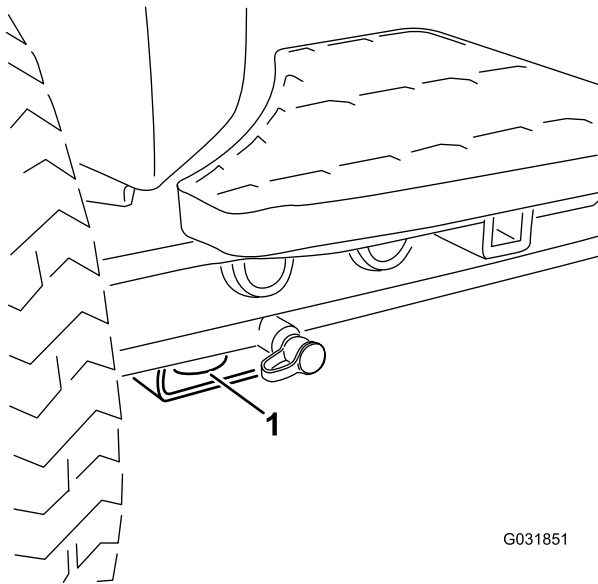

Bild 38
- Vorne: Loch im Rechteck unter dem Achsenrohr in jedem Vorderreifen (Bild 38)